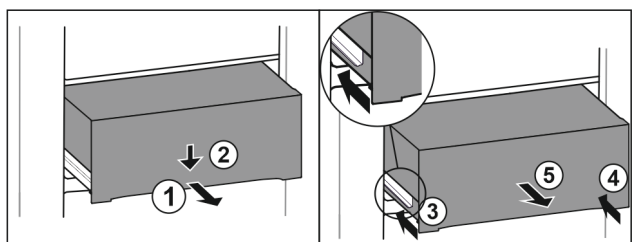

Fig. 151
- ▶ 将抽屉拉出一半。 Fig. 151 (1)
- ▶ 朝下按压正面的抽屉。 Fig. 151 (2)
- ▶ 将左侧轨道推入大约 2 cm。 Fig. 151 (3)
- ▶ 将右侧轨道推入大约 2 cm。 Fig. 151 (4)
- ▶ 朝前取出抽屉。 Fig. 151 (5)